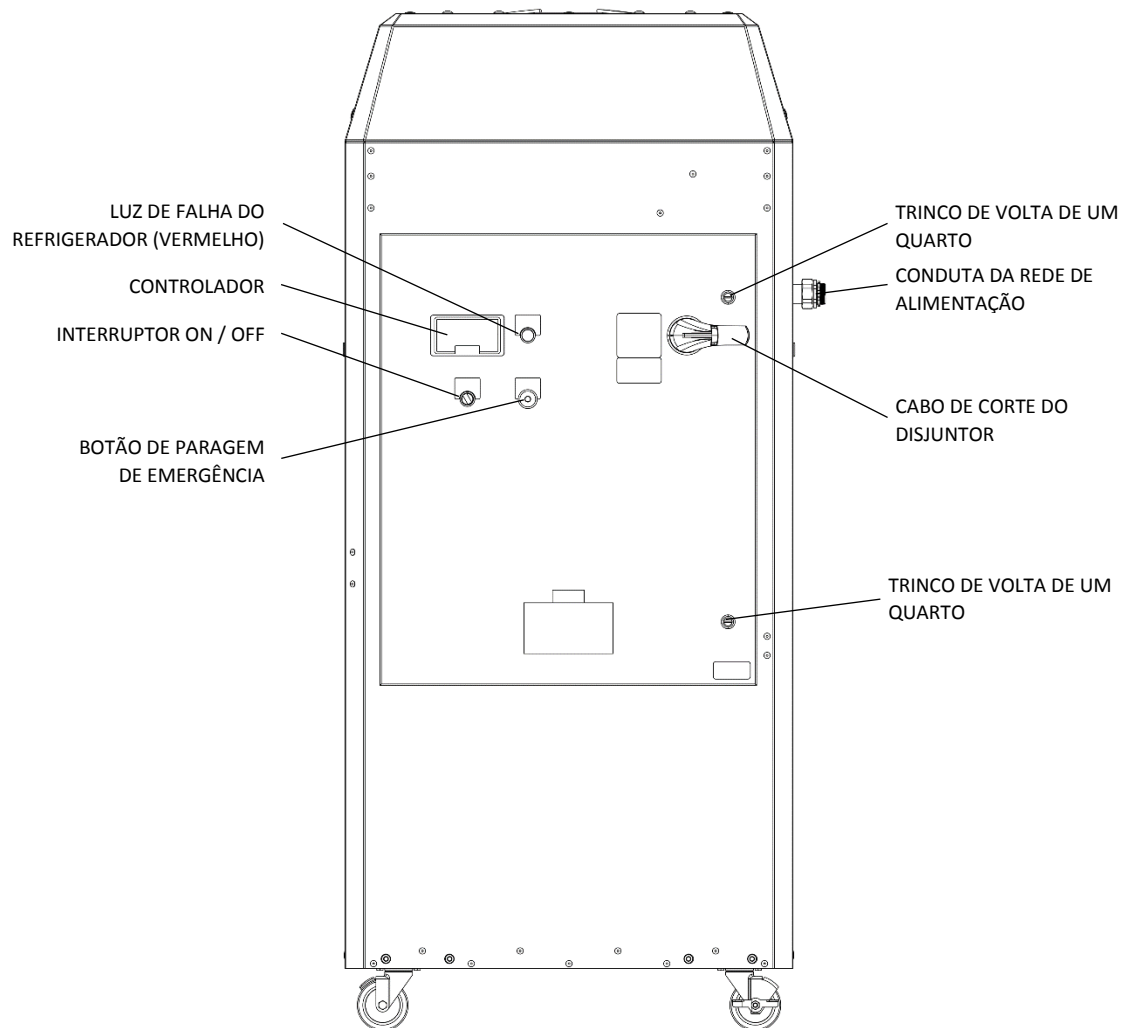

Figura 7: Lateral do compartimento elétrico do refrigerador
Nota: Esta informação também pode ser encontrada na etiqueta de dados do refrigerador, localizada na parte frontal do invólucro elétrico (consulte a Figura 7, etiqueta de dados não mostrada).
Siga o procedimento abaixo para ligar a energia trifásica apropriada à desconexão do disjuntor principal do refrigerador. O refrigerador é equipado com um encaixe de tubagem de 1-3 / 8 "no lado direito da caixa elétrica (consulte a Figura 7) para facilitar a ligação da rede elétrica.
1. Abra o compartimento elétrico girando o cabo de corte do disjuntor principal para a posição OFF e soltando os trincos de um quarto de volta usando uma chave de fendas (consulte a Figura 7).